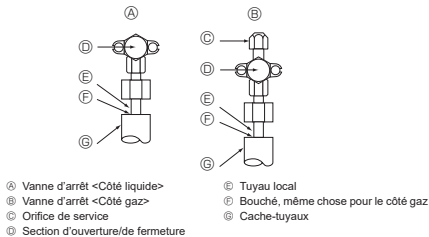

Fig. 4-4
* Tournez la section ⑧ uniquement. (Ne serrez pas davantage les sections ④ et ⑤ l'une contre l'autre.)
- ⑧ Tuyau de charge
- ⑨ Orifice de service
4.4. Test d'étanchéité des tuyaux de réfrigérant (Fig. 4-4)